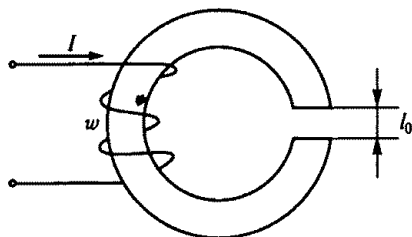

Рис. 58
2.33.Р. При каком токе в катушке, изображенной на рис. 58, магнитная индукция B в воздушном зазоре равна $1,256\text{ Тл}$, если $l_0 = 2\text{ мм}$, число витков $w = 2000$? (Потоком рассеяния и выпучиванием магнитного потока в воздушном зазоре пренебречь. Принять магнитную проницаемость ферромагнитного сердечника $\mu = \infty$, а магнитную проницаемость воздушного зазора $\mu_0 = 4\pi \cdot 10^{-7}\text{ Гн/м}$.)